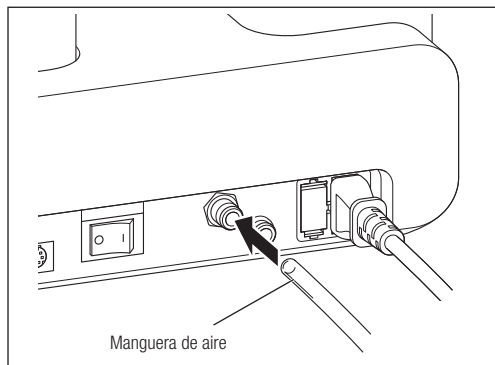

Fig. 2
- 1) Inserte un extremo de la manguera de aire hasta el fondo del conector de la manguera de aire (Fig. 2).